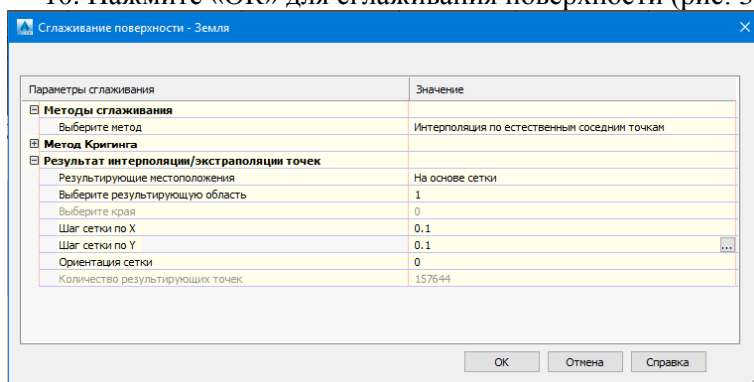

Рис. 30. Диалоговое окно «Сглаживание поверхности»
10. Нажмите «ОК» для сглаживания поверхности (рис. 30).